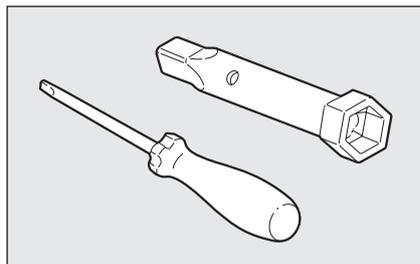

fig. 67
- utilizzare l'apposita chiave a tubo ubicata nel bagagliaio ed il cacciavite in dotazione (**fig. 67**) e ruotare il dado per aprire le serrature del copricapote (un quarto di giro a destra in senso orario);
- chiudere il copricapote con la chiave (vedere **fig. 67**);